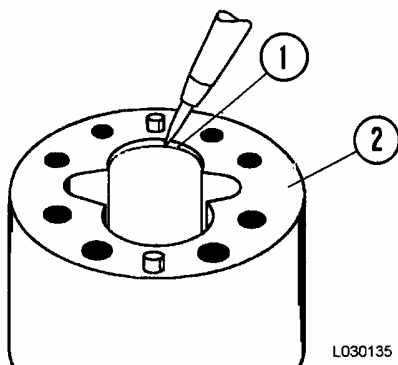

FIGURA 3-9. INSPECCION DE LA CAVIDAD DEL ENGRANAJE
1. Examine las cavidades de engranajes en ambas placas de engranaje, consulte la Figura 3-9. Durante la penetración inicial, los engranajes cortan las placas de engranajes de aluminio. La profundidad nominal de este corte es de 0.203 mm (0.008 in.) y no debe excederse de 0.381 mm (0.015 in.). A medida que los dientes del engranaje cortan las placas de engranaje, el metal se enrolla contra las placas de presión. Utilizando un cuchillo o raspador puntiagudo, saque el metal que se ha enrollado contra las placas de presión. Saque todas las astillas metálicas que se soltaron.